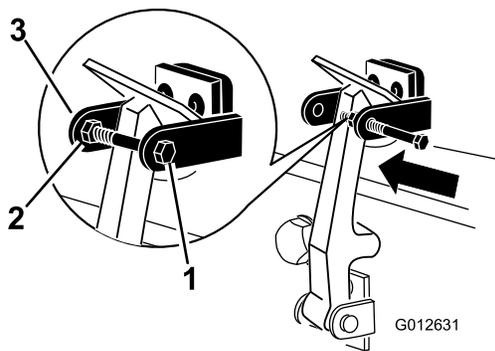

Рисунок 6
7. Вверните болт в другой рычаг кронштейна защелки капота для фиксации защелки в надлежащем положении (Рисунок 6). Затяните болт, но не затягивайте гайку.